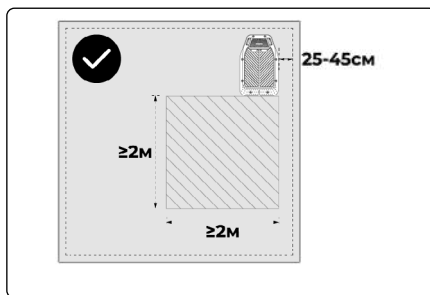

Рис. 13
2. Зарядную станцию можно разместить в углу газона. Зарядная станция должна находиться на расстоянии 25-45 см от границы участка. Расстояние от задней части зарядной станции до границы должно быть не менее 2 м. (Рис. 13)